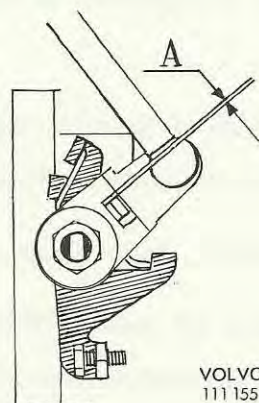

Bild 18. Inställning av reglage
7. Justera länkstängerna. Med reglaget mot sitt anslag på grenrörskonsolen skall länkstängerna ställas in så att ett spel på ca 0,1 mm erhålles mellan hävarm och spjällaxelns medbringare. Se bild 18.